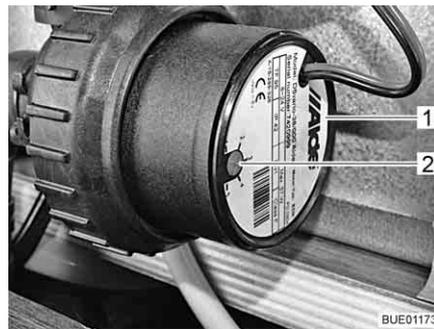

Fig. 181 Réduction de la vitesse de rotation
Le bouton tournant (Fig. 181,2) permet de régler la vitesse de rotation du circulateur. Une faible vitesse de rotation réduit les bruits de fonctionnement de la pompe.
Le bouton tournant se trouve sur le circulateur (Fig. 181,1).
- Tourner le bouton tournant (Fig. 181,2) dans le sens inverse des aiguilles d'une montre. La puissance est réduite.